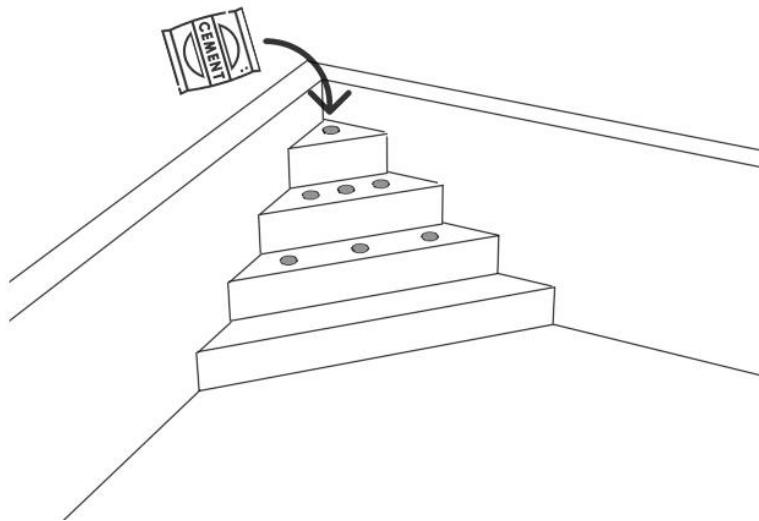

Figure 3 – Remplissage des supports avec du sable ou du ciment.
23. Une fois l'alignement correct vérifié, procédez à la réparation de l'échelle. Remplissez et remplissez les supports de l'escalier lui-même avec du sable ou du ciment (voir figure 3).